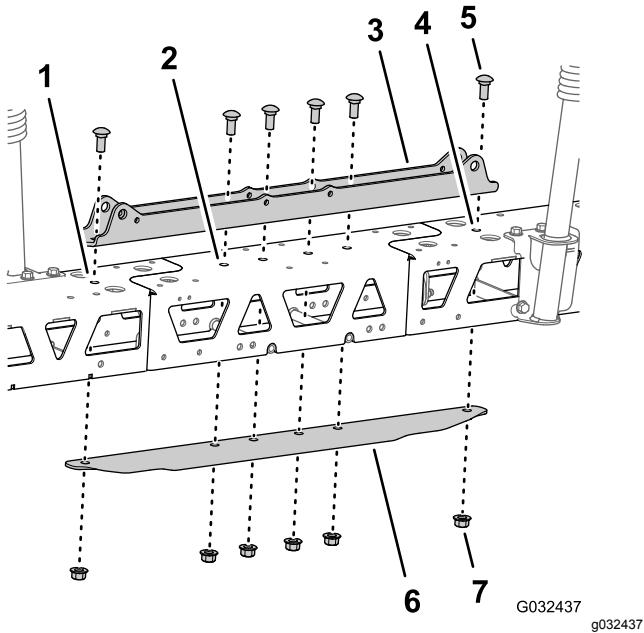

Figure 55
5. Placez les trous du support de vérin en face des trous dans l'axe du cadre en treillis et de l'extension de rampe centrale (Figure 55).
6. Insérez la plaque de liaison dans le cadre en treillis et l'extension de rampe centrale, et alignez le trou dans la plaque de liaison et les trous dans l'axe des cadres en treillis et de l'extension de rampe centrale (Figure 55).
7. Assemblez le support de vérin, les cadres en treillis, l'extension de rampe centrale et la plaque de liaison à l'aide des 2 boulons de carrosserie (1/2" x 1 1/4") et des 2 contre-écrous à embase (1/2") que vous avez retirés à l'opération 2 de **Séparation des cadres en treillis de la section de pulvérisation centrale (page 28)**, et des 4 boulons de carrosserie (1/2" x 1 1/4") et des 4 contre-écrous à embase (1/2") du kit de finition du système de pulvérisation GeoLink (Figure 55).